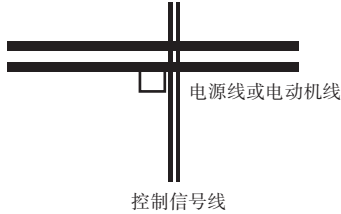

图3-14 系统配线要求
- ① 变频器到电动机的线缆(U、V、W端子引出线)应尽量避免与电源线(R、S、T或R、T端子输入线)平行走线。应保持30厘米以上的距离;
- ② 变频器输出U、V、W端子三根电机线尽量置于金属管或金属布线槽内;
- ③ 控制信号线应采用屏蔽电缆，屏蔽层与变频器PE端相连，靠近变频器侧单端接地;
- ④ 变频器PE端接地电缆不得借用其它设备接地线，必须直接与接地板相连；
- ⑤ 控制信号线不能与强电电缆(R、S、T或R、T与U、V、W)平行近距离布线，不能捆扎在一起，保持20~60厘米（与强电电流大小有关）以上的距离。如果要相交，则应相互垂直穿越，如图3-14所示；
- ⑥ 控制信号和传感器等弱电接地线必须与强电接地线分别独立接地；
- ⑦ 禁止在变频器电源输入端(R、S、T或R、T)上连接其它设备。